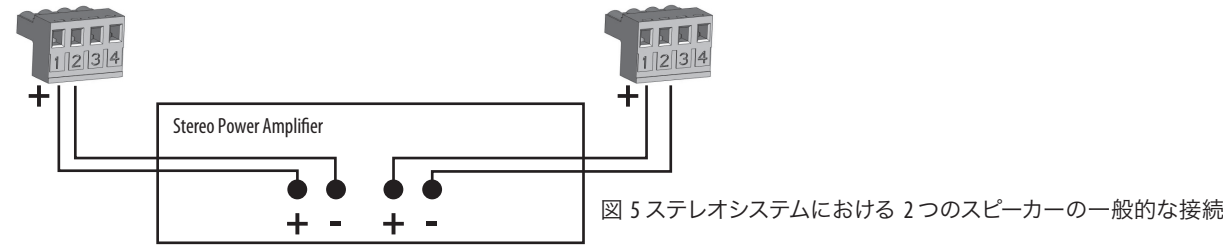

図 5 ステレオシステムにおける 2 つのスピーカーの一般的な接続
4. タイルパネルをスライドさせて吊り天井に戻します。タイルブリッジの端が手すりに引っ掛かり、スピーカーの重量を支えます。(図 5)